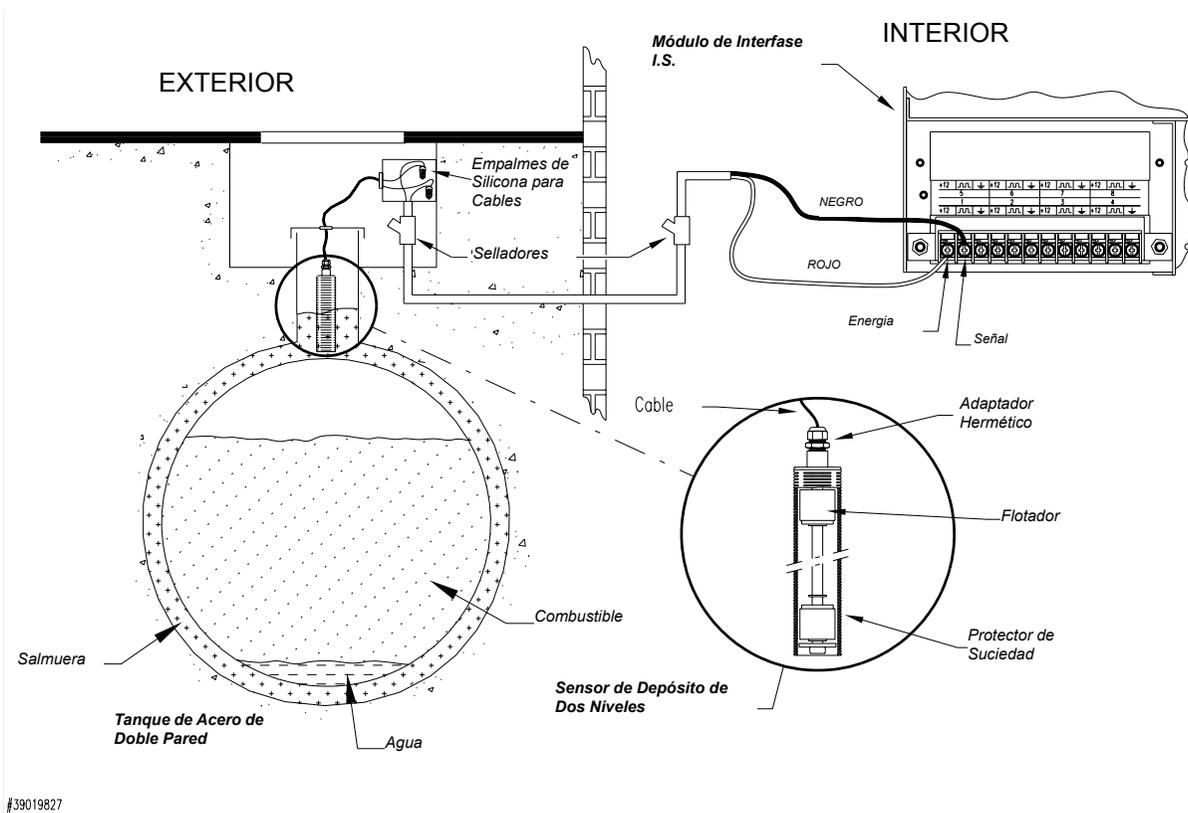

Figura 22: Instalación de un Sensor de Depósito de Dos Niveles
- Vea la Figura 22 en la Página 60.